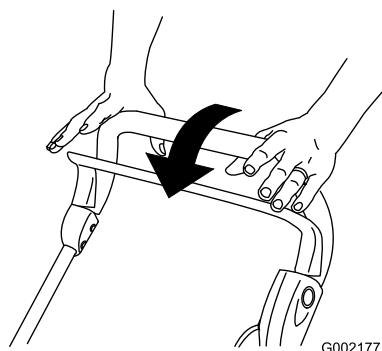

Рисунок 18
- Отпустите рычаг управления (Рисунок 18).